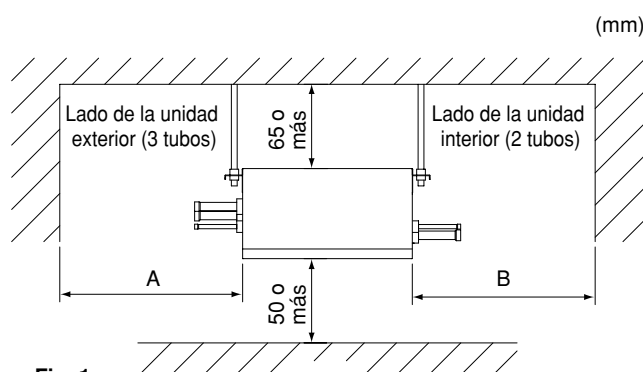

Fig. 1
- Donde haya suficiente espacio para el mantenimiento y servicio. (**Refiérase a la Fig. 1**)